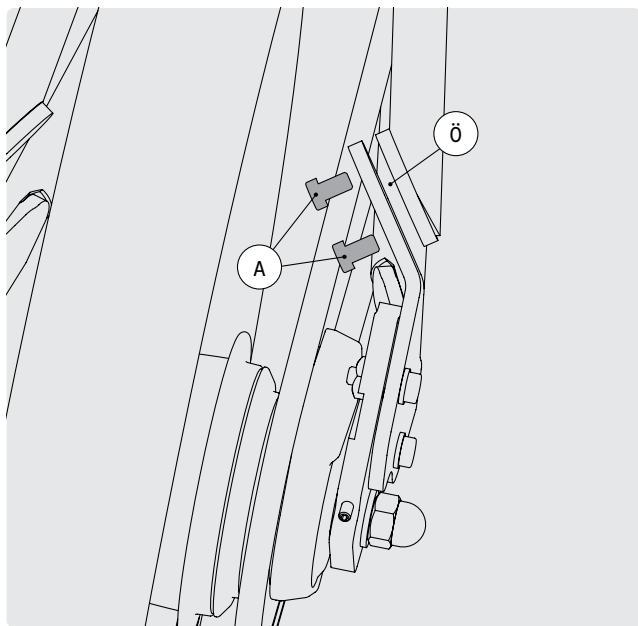

FIG. 49
- 1 Desserrez les deux vis A du raccord de cadre (Fig. 49).